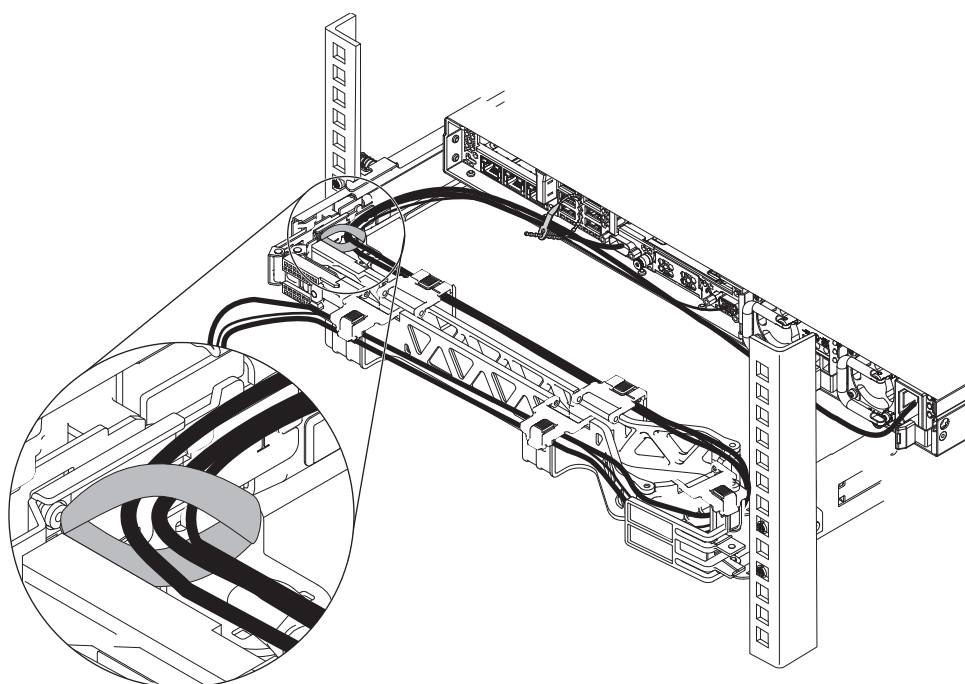

Figura 10. Removendo a fita de velcro
3. Remova a fita de velcro, conforme mostrado em Figura 10.